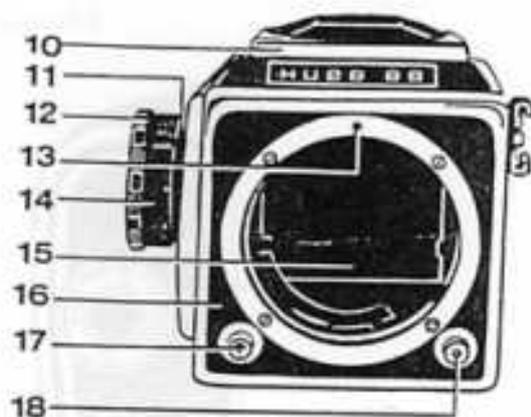

Fig. 2
V. fig. 2 (corpo macchina, visto di fronte)